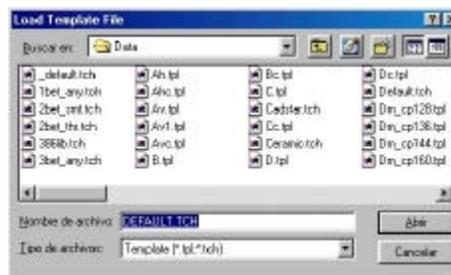

Figura 4.17 Carga de la plantilla.
- 2 Cargue el archivo donde se encuentra dibujada la tabla donde se van a montar los componentes. OrCAD proporciona una gran cantidad de “plantillas de tecnología” (.TCH) que especifican las características de la tarjeta, incluyendo la complejidad de la manufactura y tipos de componentes, así como también puede incluir la estructura de las capas, los ajustes del cuadrículado, instrucciones de espaciado y una variedad de criterios para la tarjeta. Dentro de éstas se encuentra una plantilla vacía, para que el usuario dibuje su propia tabla con dimensiones y características anteriormente mencionadas deseadas. Este último archivo se llama DEFAULT.TPL (ver figura 4.17).